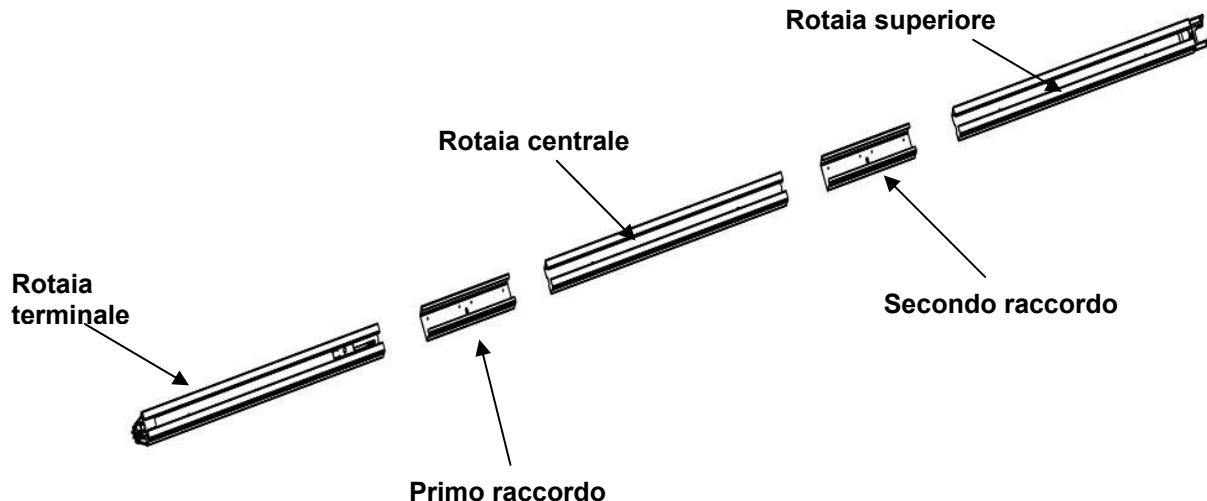

FIG. 6
- Come illustrato nella Fig. 6, fare scorrere il secondo raccordo sull'altra estremità della rotaia centrale e fare scorrere la rotaia superiore nel secondo raccordo.